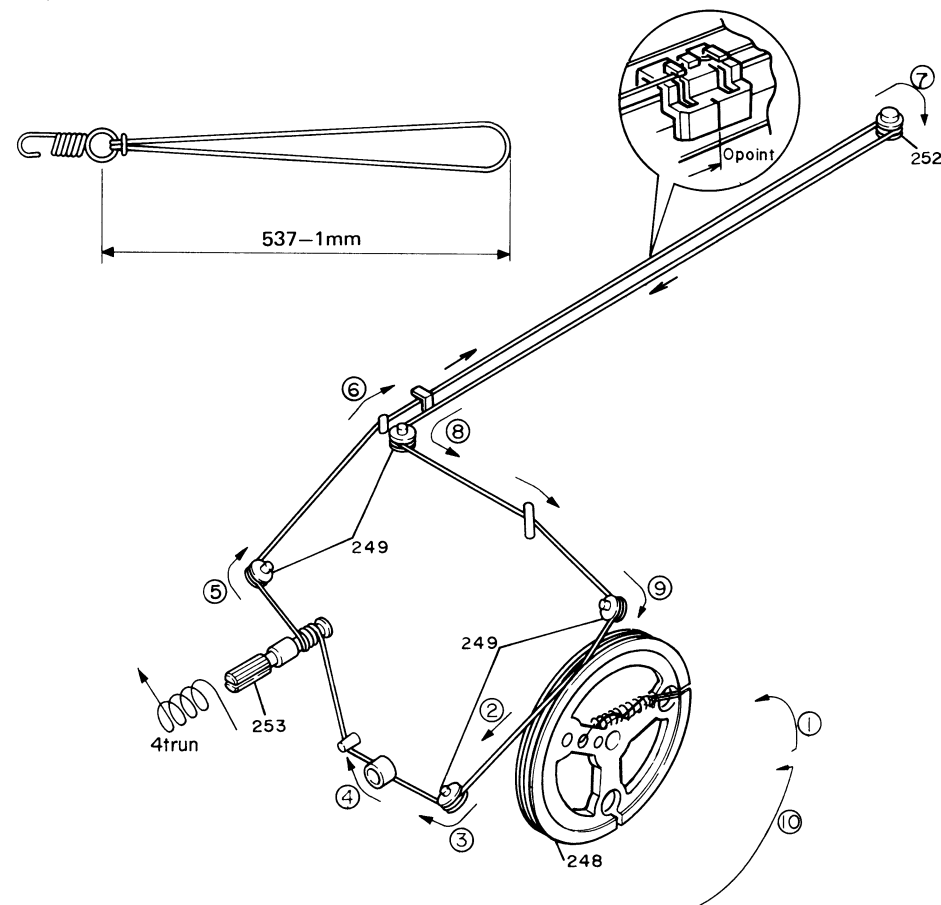

Figure 7-1
- 1) Turn the drum fully counterclockwise and stretch its cord over the parts in the numerical order — as shown in Figure 7-1.
- 2) Turn the tuning control shaft fully counterclockwise, and fix it with the pointer aligned with the zero (0) point on the frame. See Figure 7-1.
1. Die Skalenschnurtrommel voll im Anschlag entgegen dem Uhrzeigersinn drehen, und die Skalenschnur in der Nummernreihenfolge aufsetzen wie in Abbildung 7-1 gezeigt.
2. Dann die Abstimmstellerachse bis zum Anschlag entgegen dem Uhrzeigersinn drehen, und den Skalenzeiger auf die (0)-Stellung auf dem Rahmen einstellen. Siehe Abbildung 7-1.
1. Tourner le tambour entièrement à gauche et tirer son fil, recouvrir ses pièces dans l'ordre numérique comme le montre la Figure 7-1.
2. Tourner l'arbre de commande d'accord entièrement à gauche et le fixer en alignant l'index sur le point zéro (0) du cadre. Voir la Figure 7-1.